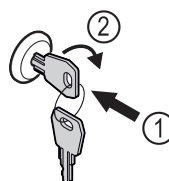

Fig. 132 Immagine a titolo di esempio
- Inserire la chiave Fig. 132 (1).
- Ruotare la chiave di 90° in senso orario Fig. 132 (2).